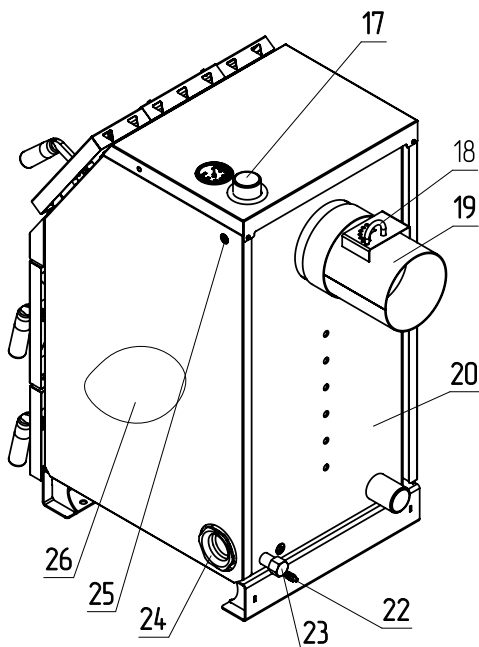

Рис.1 Конструкция отопительного котла
5.1. Котел (рис.1) состоит из корпуса (поз.20), топки (поз.3), теплообменника (поз.1), патрубков дымохода (поз.19) (опция). Для регулировки тяги обязательна установка регулируемого патрубка дымохода ZOTA или шибер (задвижки), как элемента дымохода согласно СП 7.13130.2013. При закрытом положении шибер (задвижки) должно оставаться свободным не менее 20% номинального сечения патрубка дымохода.
Внимание! Не допускается эксплуатация котла без установленной заслонки (рис.1 поз.27), шуровочной решетки (рис.1 поз.8) и зольного ящика (рис.1 поз.5). Эксплуатация котла без установленной заслонки, шуровочной решетки и зольного ящика приводит к прогоранию и деформации водонеохлаждаемых поверхностей котла и лакокрасочного покрытия. Котел не выходит на номинальную мощность. В случае нарушений условий эксплуатации котла рекламации не принимаются.